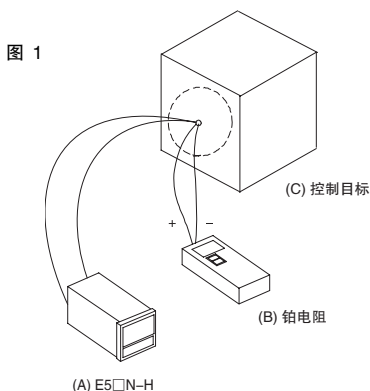

图 1
1. 在“图 1”所示的配置中，使设定点向控制目标的温度值靠近。假设控制目标温度 (C) 和铂电阻的温度 (B) 相同。